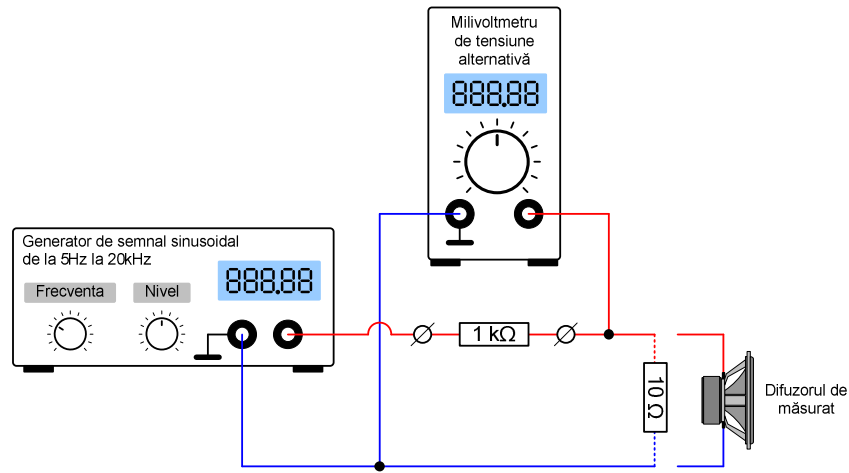

Figura 2.
Înainte de a-l conecta în montajul din Figura 2, difuzorul trebuie „rodât”. Îl lăsăm să cînte cu un semnal de 20 -30 de Hz, la nivel moderat timp de 12 ore. Procedura asta „înmoaie” suspensiile modificînd în special f_s și V_{as} cu un oarecare efect și asupra celorlalți parametri. În mod normal, difuzoarele de calitate nu prea își modifică parametrii după „rodaj”, de fapt raportul dintre f_s și Q_{ts} rămîne aproape constant, de aceea comportarea finală a difuzorului e cam la fel.
- 2). Instalăm difuzorul la cel puțin un metru față de obstacole... mobile, podea, perdele, corpul uman, etc. Pentru calibrare, conectăm în locul difuzorului rezistența de $10\ \Omega$ așa cum se vede în Figura 2.